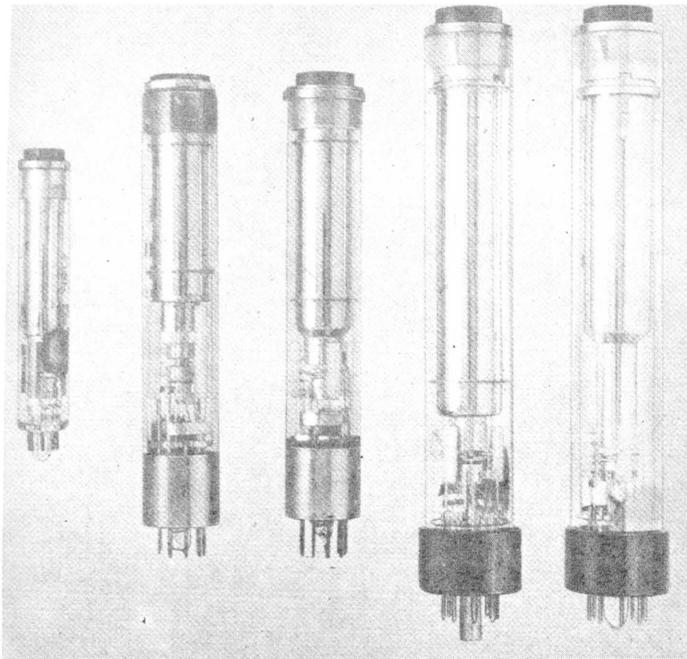

Figura 1
- No diagrama esquemático da figura 1, a bobina osciladora (L3) deverá ter uma derivação (na 5.ª espira, a contar do lado terra); essa derivação deverá ser ligada diretamente ao catodo (pino 2) da válvula V2.
Todos os tubos Plumbicon para câmaras empregam focalização e deflexão magnética; são disponíveis tipos de 17,7 mm, 25 mm e 30 mm, cobrindo uma ampla gama de aplicações. Seu aspecto externo está mostrado na figura 1.